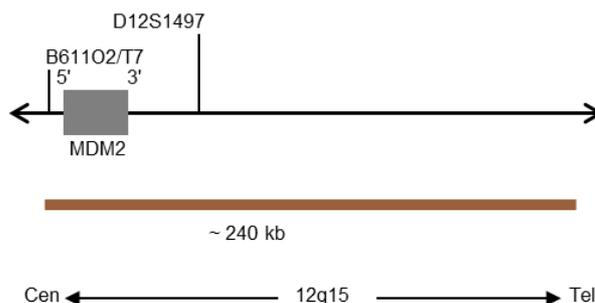

Abb. 1: SPEC MDM2 Sondenlokalisierung (nicht maßstabsgetreu)
- Digoxigenin-markierten Polynukleotiden (~1,8 ng/μl), die gegen Sequenzen in 12q15* (chr12:69,190,708-69,430,185) gerichtet sind, welche die MDM2-Genregion enthalten (siehe Abb. 1).